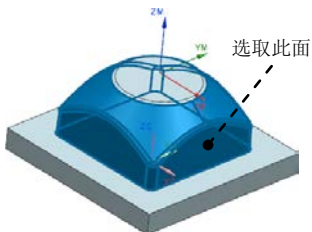

图 5.21 指定切削区域
Step2. 在图形区中选取图 5.21 所示的面（共 18 个）为切削区域，然后单击“切削区域”对话框中的 **确定** 按钮，系统返回到“深度加工轮廓”对话框。